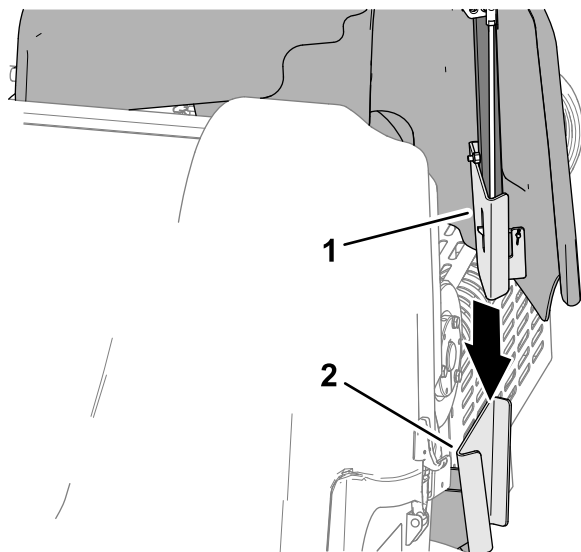

Figura 133
1. Allineate la staffa di montaggio del copricinghia con la staffa di supporto del copricinghia del telaio della macchina (Figura 133).